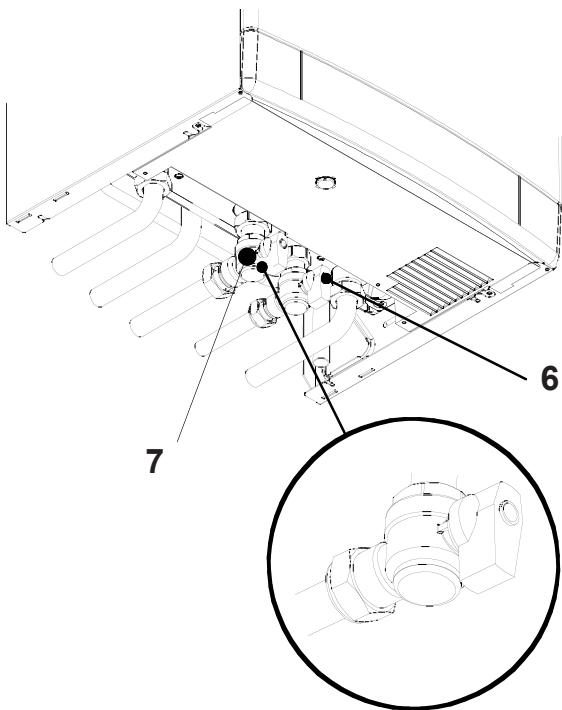

Рисунок 6.1
- Откройте газовый кран 7 (Рисунок 6.1) на устройстве и проверьте подключение на наличие утечек.